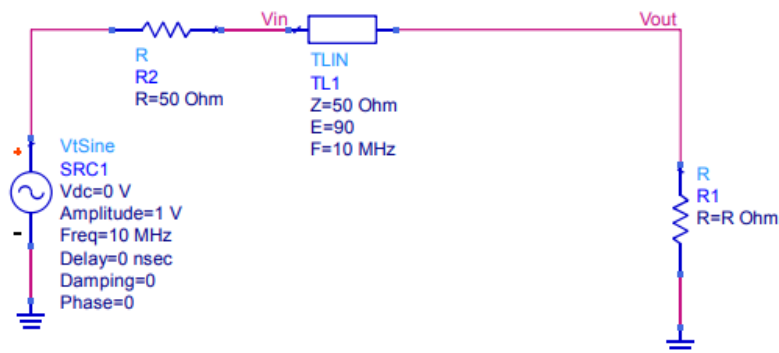

Figura 1 Simulación en tiempo de la línea de transmisión.
- 3.5 Utilizando el software *Keysight ADS (Advanced Design System)* realizar la simulación del circuito que se muestra en la Figura 1, el cual corresponde a la medición de la impedancia de una línea de transmisión coaxial. Variar con la herramienta *Tuning* el valor de la resistencia de carga R y comprobar los siguientes casos: